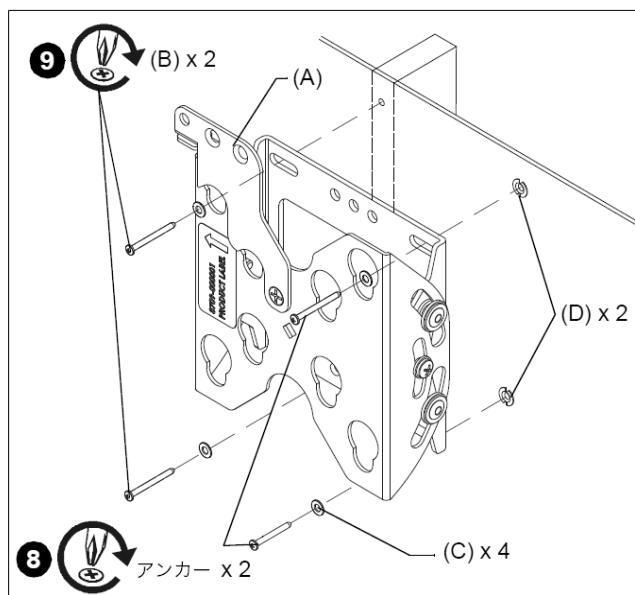

図 4
3.図のように、補強さん部分の固定には木ネジを、ボードアンカーをセットした部分にはボードアンカーにとりつけてあったネジで取り付けてください。（図4を参照してください）